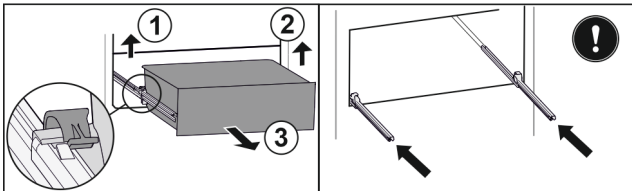

Fig. 162
- Linke Klemme anheben und gleichzeitig Schubfach links nach vorne ziehen. Fig. 162 (1)
- Rechte Klemme anheben und gleichzeitig Schubfach rechts nach vorne ziehen. Fig. 162 (2)
- Schubfach nach vorne entnehmen. Fig. 162 (3)